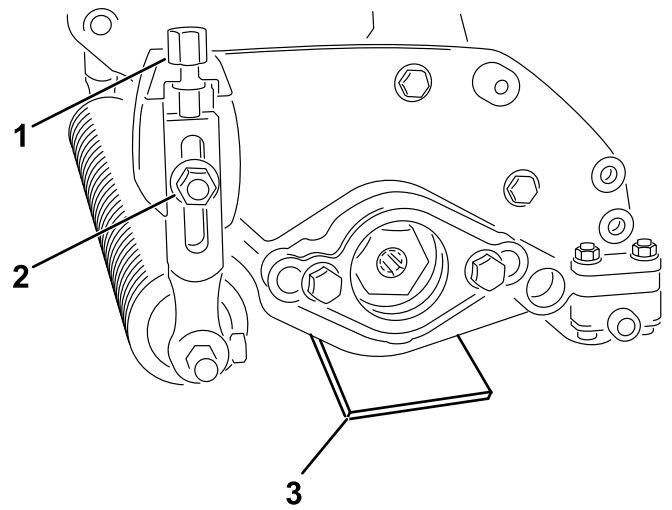

Figure 8
3. Les rouleaux étant en contact avec la surface plane, desserrez les deux écrous à embase (Figure 8).
4. Tournez les boulons de réglage de la hauteur de coupe jusqu'à ce que les deux extrémités du défateur touchent la surface plane (Figure 8).
2. Placez un gabarit, dont l'épaisseur est égale à celle de la hauteur de lame au-dessus du sol souhaitée, sous chaque extrémité du défateur (Figure 8).